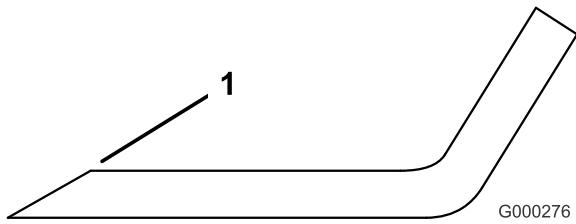

図 102
3. 全部のブレードの切っ先を丁寧に点検する。切っ先が鈍くなっていたり欠けていたりした場合には研磨する。研磨は刃先の上面だけに行い、刃の元々の角度を変えないように十分注意する（図 102）。ブレードの左右を均等に削れば、バランスを狂わすことなく研磨を行うことができる。